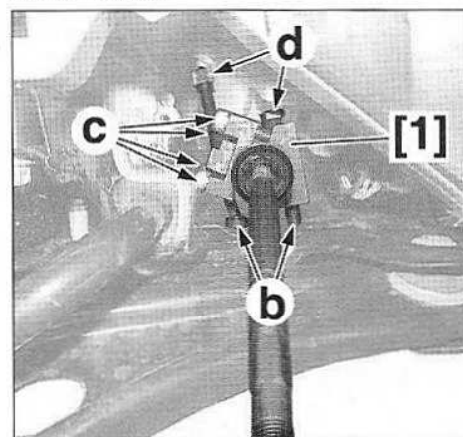

FIG.10
- Déposer le contre-écrou (1).
- Repérer la position du soufflet (5).
- les colliers (6),
- le soufflet (5).
- Mettre en place l'outil [1] sur le côté gauche de la denture de crémaillère afin que ses appuis en (b) prennent appui sur le berceau (Fig.10).